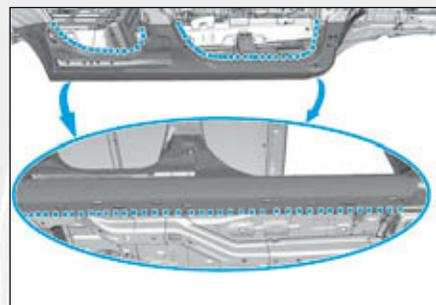

FIG. 114
- par points électriques (Fig.114).